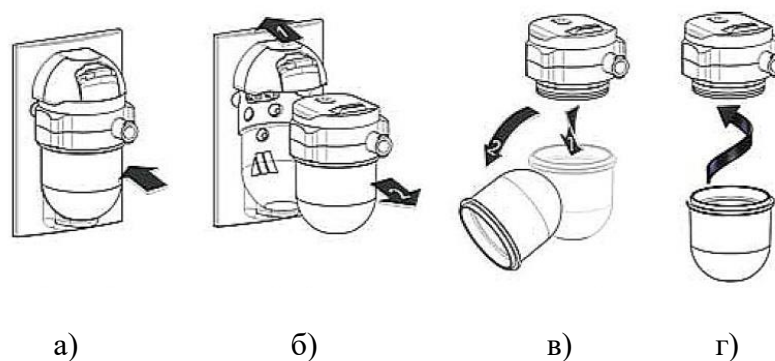

Рисунок 40 — Влагосборник системы газового анализа
6.13 Соберите стакан и фильтр влагосборника в одно целое (см. рисунок 40г). Для установки влагосборника держите его вертикально, совместив отверстия в фильтре с посадочными местами на держателе, аккуратно установите (защелкните) его на посадочное место (см. рисунок 40а). Убедитесь, что влагосборник плотно и надежно закреплен.
6.14 При извлечении/замене влагосборника необходимо нажать на фиксатор, расположенный в верхней части фильтра и потянуть влагосборник на себя (см. рисунок 40б).
Для рассоединения фильтра и стакана влагосборника, например, при удалении влаги, поворачивая стакан относительно фильтра, одновременно с небольшим усилием развести их в противоположные стороны. Освободите стакан влагосборника от влаги (см. рисунок 40в), и переустановите влагосборник (см. рисунок 40г, 40а). Не допускайте заполнения стакана влагосборника более чем наполовину.